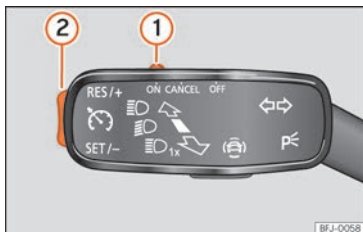

Abb. 173 Am Blinkerhebel: Bedienelemente zur Bedienung der GRA.
- Schieben Sie den Schalter »» **Abb. 173 ①** bis **ON**.
- Drücken Sie die Taste »» **Abb. 173 ②** im Bereich **SET/-**.
- Schieben Sie den Schalter »» **Abb. 173 ①** bis **CANCEL** oder treten Sie auf die Bremse.
- Drücken Sie die Taste »» **Abb. 173 ②** im Bereich **RES/+**.
Während der GRA-Regulierung kann die gespeicherte Geschwindigkeit mit der Taste »» **Abb. 173 ②** eingestellt werden:
- Um in Schritten von 1 km/h [1 mph] zu erhöhen, drücken Sie kurz die Taste »» **Abb. 173 ②** im Bereich **RES/+**.
- Um die Geschwindigkeit kontinuierlich zu erhöhen, halten Sie die Taste »» **Abb. 173 ②** im Bereich **RES/+** gedrückt.
- Um in Schritten von 1 km/h [1 mph] zu reduzieren, drücken Sie kurz die Taste »» **Abb. 173 ②** im Bereich **SET/-**.
- Um die Geschwindigkeit kontinuierlich zu verringern, halten Sie die Taste »» **Abb. 173 ②** im Bereich **SET/-** gedrückt.
- Schieben Sie die Taste »» **Abb. 173 ①** auf **OFF**.